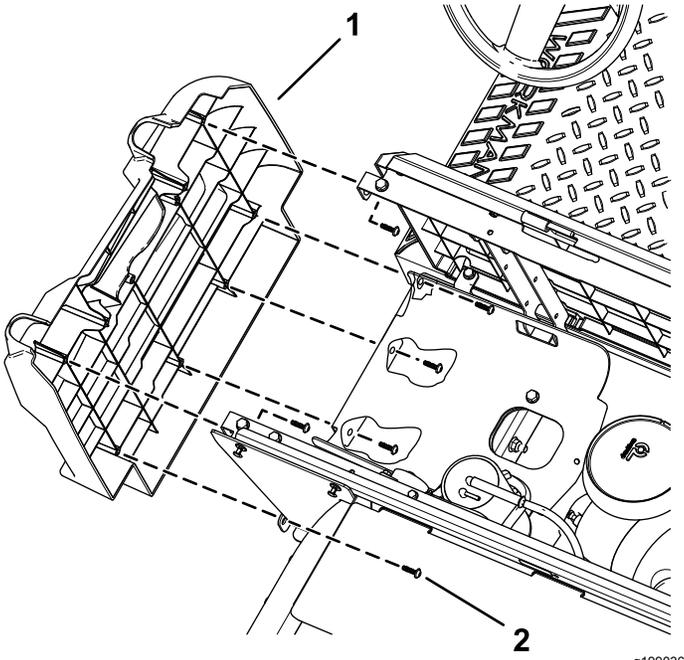

Figure 9
- Utilisez une clé à douille T30 pour retirer les 6 vis Torx (M6.0 x 22 mm) du panneau latéral gauche et déposez le panneau latéral (Figure 9).